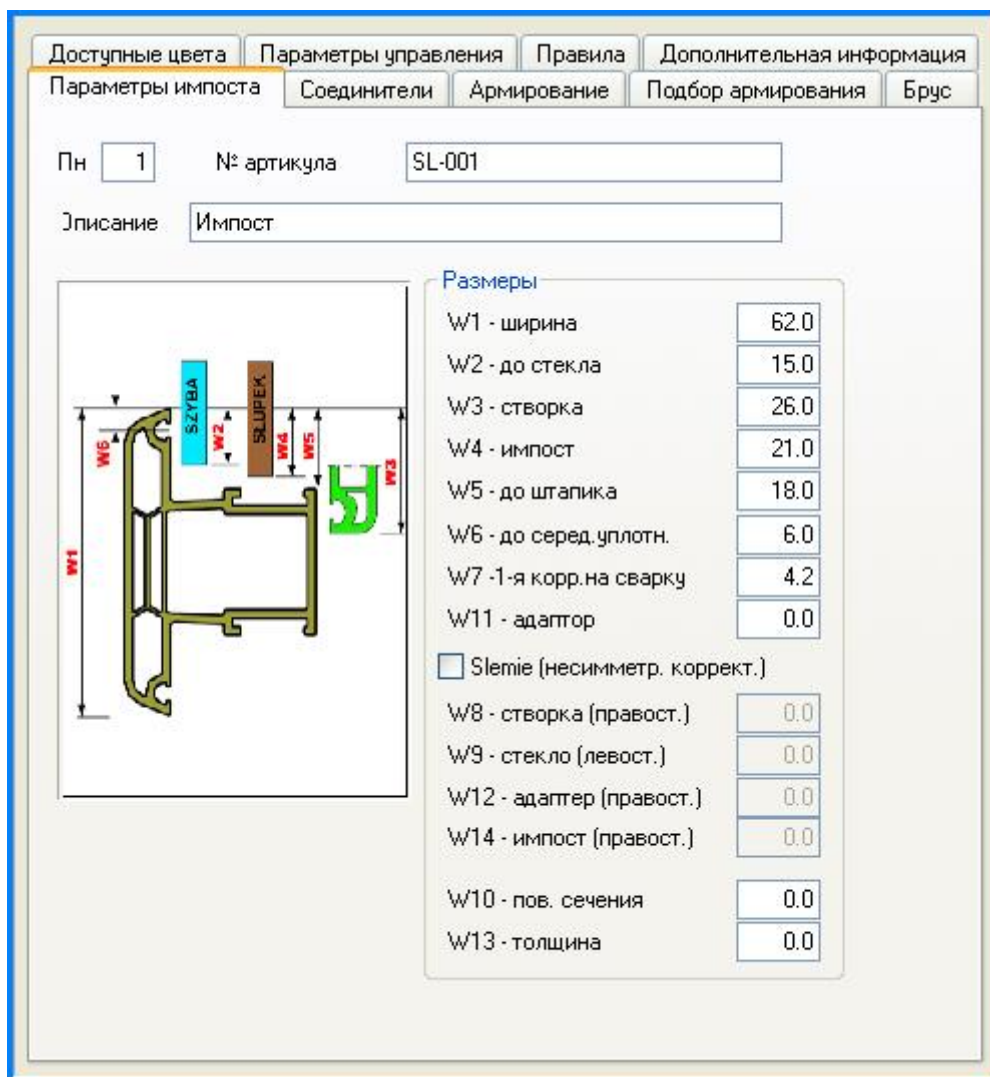

Рис. 120. Параметры импоста.
- Закладка Параметры импоста (рис. 120)